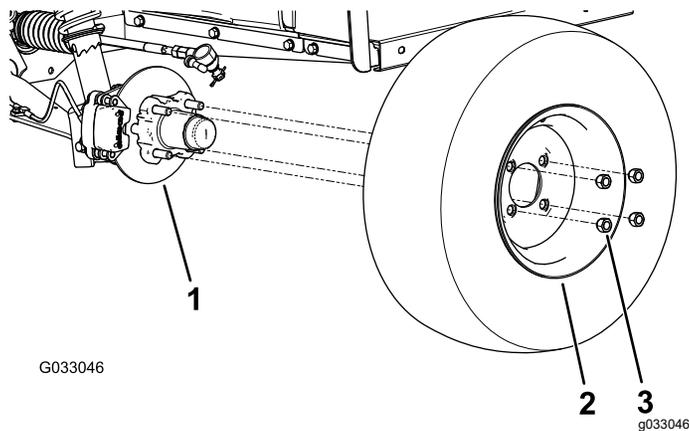

図 24
2. ホイールをハブに固定しているラグナット4個を外す 図 24。
- ホイールをハブに取りつける。空気バルブを外側に向けて取り付けること 図 24。
- ラグナットを使用して、ハブにホイールを取り付ける 図 24。